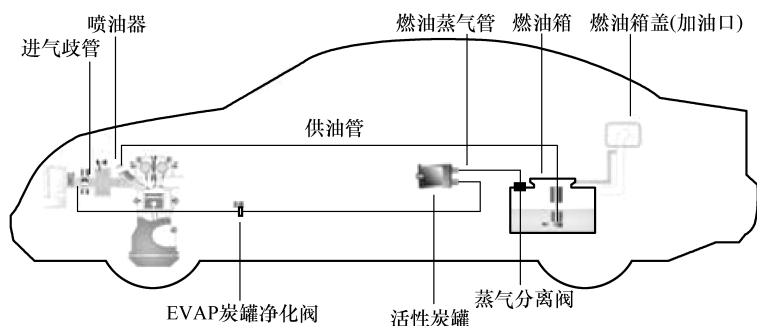

图 1-11 EVAP 系统结构
(1) 定义 EVAP 系统是指燃油蒸发控制系统，它的主要功用是存储燃油系统产生的燃油蒸气 (HC)，然后适时地送入进气歧管，与正常混合气混合后进入发动机燃烧，使燃油得到充分利用。此外，还可以降低油耗，减少环境污染。
(2) EVAP 系统结构 EVAP 系统一般由活性炭罐、EVAP 炭罐净化阀、燃油箱盖、蒸气分离阀和管路等组成，如图 1-11 所示。